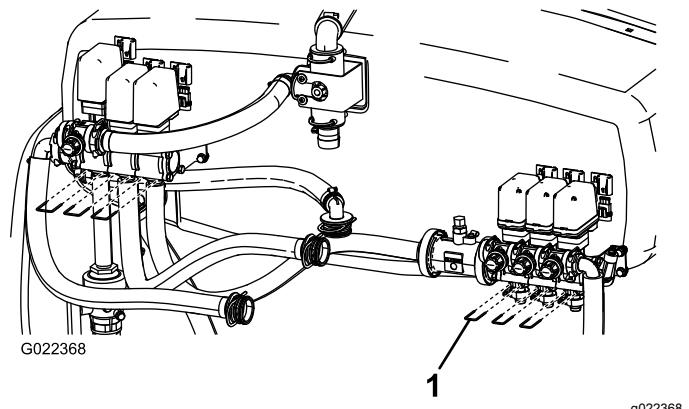

Figura 50
- Retire os 3 eixos que prendem os encaixes da válvula ao conjunto da válvula (Figura 50).
- Nota:** Certifique-se de que conta com as molas na válvula (Figura 50).